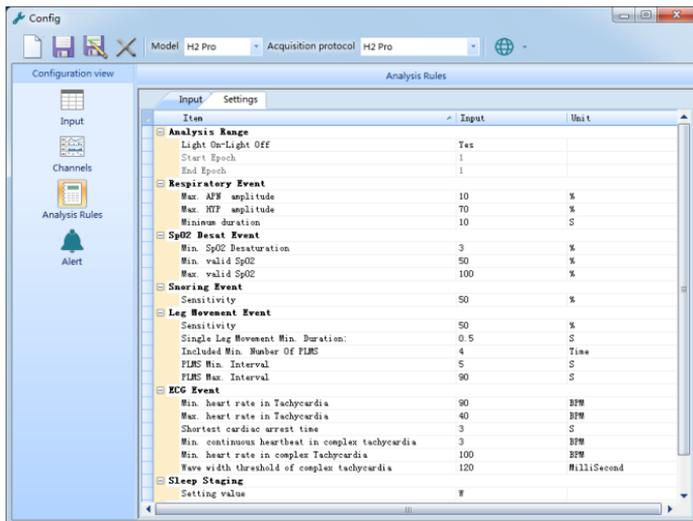

Figura 2-48
- Los ajustes de los parámetros incluyen el rango de análisis de eventos respiratorios, eventos de SpO₂, eventos de ronquidos, estadificación del sueño, frecuencia del pulso y otros parámetros, como se muestra en la Figura 2-48.